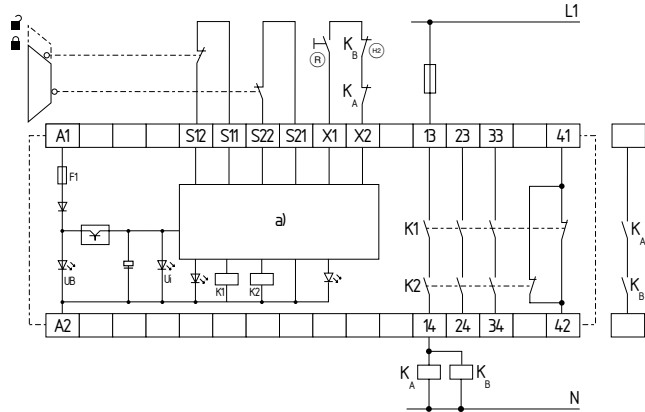

図 2
1つのポジションスイッチが強制開離接点を持つ、2つのポジションスイッチによるガード監視に見られる、外部リセットボタン (R) のある2チャンネル制御 (図2)